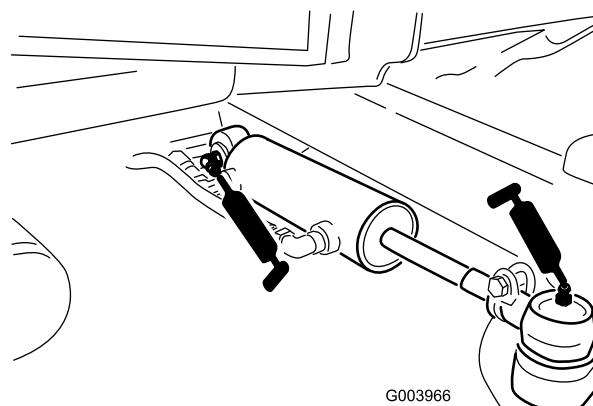

Figura 49
- Rótulas do cilindro de direcção (2) (Figura 49)